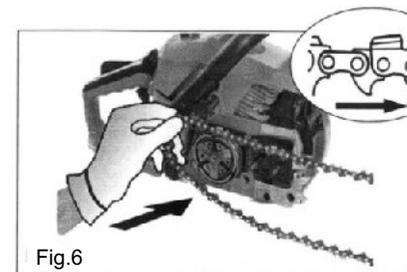

Fig.6
4. Monte a corrente em torno do pinhão estrela (ou da coroa) da embreagem (Fig.6), enquanto insere a corrente na barra guia, cuidando para que os dentes cortantes da corrente fiquem corretamente orientados para a frente, na direção de corte.